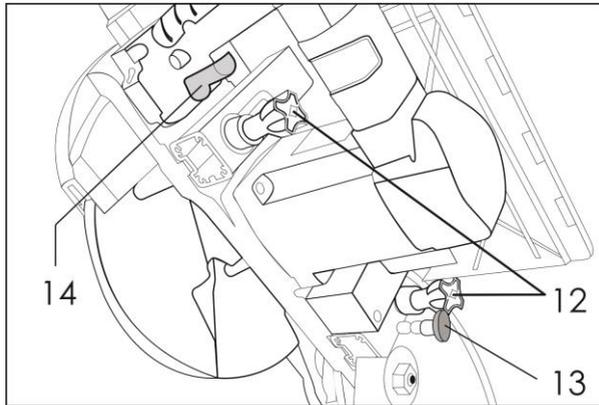

Рис.4
- потяните и вытяните полностью наружу стопорный предохранитель (13) (рис.4);
- установите голову пилы в вертикальное положение, затяните ручку фиксатора (11);
- установите поворотный стол (6) в положение 0°, затяните ручку фиксатора (10);
- на поворотный стол (6) установите нижний защитный кожух (8), закрепив защитный кожух за упорные планки (15) и (16);
- нажмите кнопку разблокировки (17), возьмите за рукоятку (18) и потяните вниз до конца, необходимо чтобы защитный кожух (8) полностью закрыл полотно диска;
- нажмите на переднюю часть (А) верхнего рабочего стола (4) (рис.2) для снятия нагрузки со стопорного предохранителя (рис.4), нажмите на стопорный предохранитель вовнутрь до конца, чтобы он зафиксировался;
- ослабьте зажимные винты (12), опустите верхний рабочий стол в нижнее положение, затяните оба зажимных винта (12);